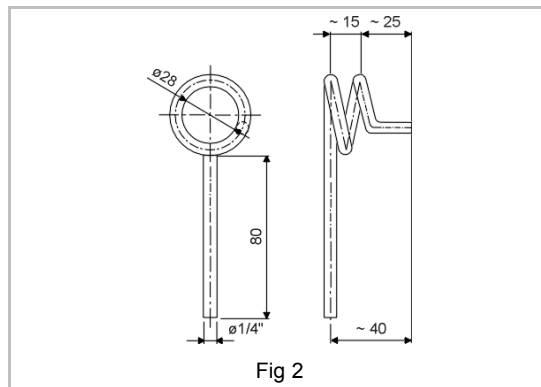

Fig 2
- Devem existir suportes para o cabo de aço (Fig. 2) a cada 3 metros.